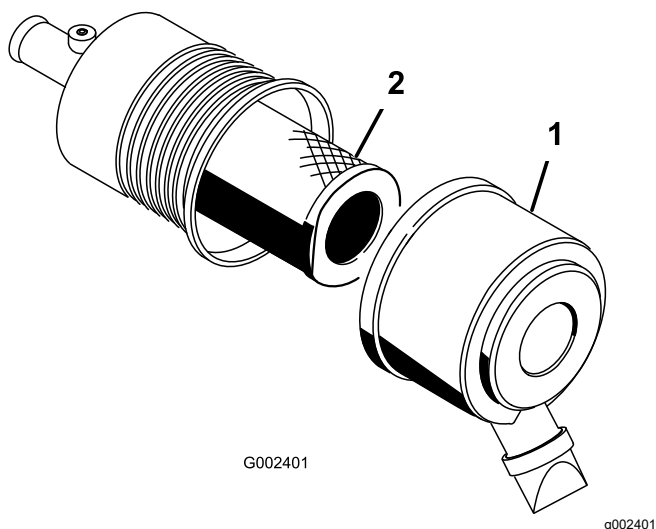

Figura 32
1. Abra los cierres del limpiador de aire y tire de la tapa del limpiador de aire para separarla de la carcasa del limpiador de aire (Figura 32).
3. Extraiga con cuidado el filtro de la carcasa del limpiador de aire (Figura 32).
5. Introduzca el filtro con cuidado sobre el tubo de la carcasa (Figura 32).
6. Instale la tapa del limpiador de aire con el lado hacia arriba, y fije los cierres (Figura 32).